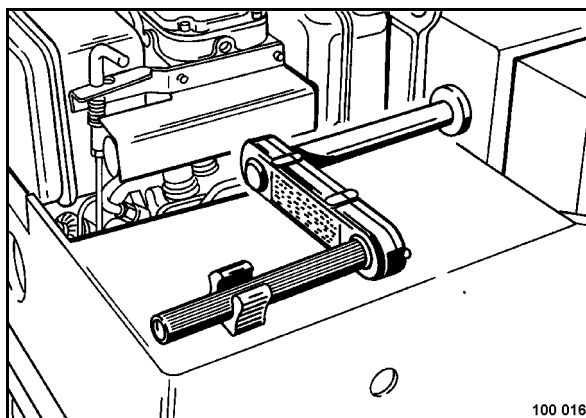

Fig. 26
- Enganchar la manivela de arranque (Fig. 26).